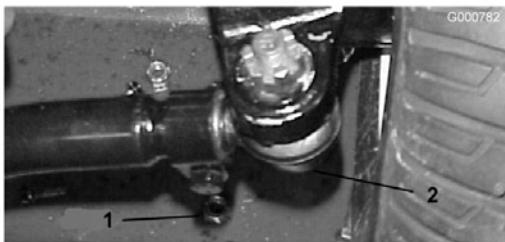

Figure 70
2. Pour le régler, retirez la goupille fendue et l'écrou de la rotule de biellette. Retirez la rotule de biellette du support du corps d'essieu (Figure 70).
3. Desserrez les fixations aux deux extrémités des biellettes (Figure 70).